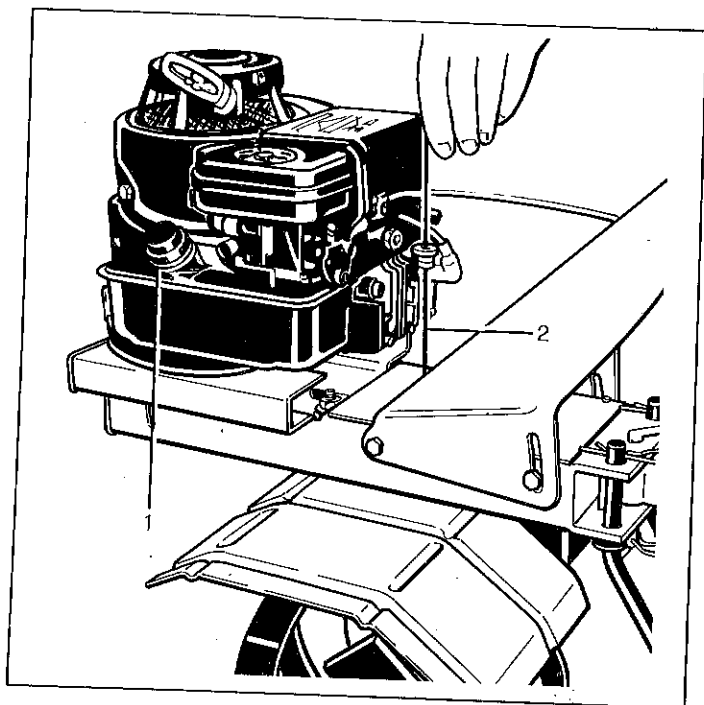

Fig. 12
Attenzione — La motozappa viene consegnata con il motore senza olio. Riempire il serbatoio finchè l'olio inizia a traboccare, capacità circa 0,500 kg (vedere fig. 12, particolare 1).
Verificare il livello dell'olio prima dell'avviamento del motore. Il livello dell'olio deve essere compreso fra i limiti MIN e MAX ricavati sull'apposita asta (vedere fig. 12, particolare 2).
Ogni 600 ore di lavoro — sostituire l'olio. Togliere l'astina di livello (vedere fig. 12), capovolgere la motozappa e quindi lasciare sgocciolare per almeno dieci minuti.
Attention — The motor-hoe is delivered without oil in engine. Replenish tank until oil overflows. Capacity 0.500 kg approx. (see fig. 12, item 1).
Check for oil level before starting engine. Oil level should be found within marks MIN and MAX on oil stick (see fig. 12, item 2).
Attention — La motohoue est livrée sans huile au moteur. Remplir jusqu'à ce que l'huile commence à déborder. Capacité 0,500 kg environ (voir 1, fig. 12).
Vérifier le niveau de l'huile avant le lancement. Le niveau doit se trouver entre les limites MIN et MAX indiquées sur la jauge à huile (voir 2, fig. 12).
Achtung — Die Motorhacke wird mit Motor ohne Öl geliefert. Den Behälter füllen bis das Öl beginnt überzulaufen. Behälterinhalt ca. 0,500 kg (siehe Bild 12, Detail 1).
Schmierstoff — Öl AGIP F1 ROTRA MP SAE 80 oder BLASIA 77. Ölstand vor dem Motoranlass prüfen. Der Ölstand muss zwischen den Grenzen MIN und MAX auf dem betreffenden Ölmesstab liegen (siehe Bild 12, Detail 2).